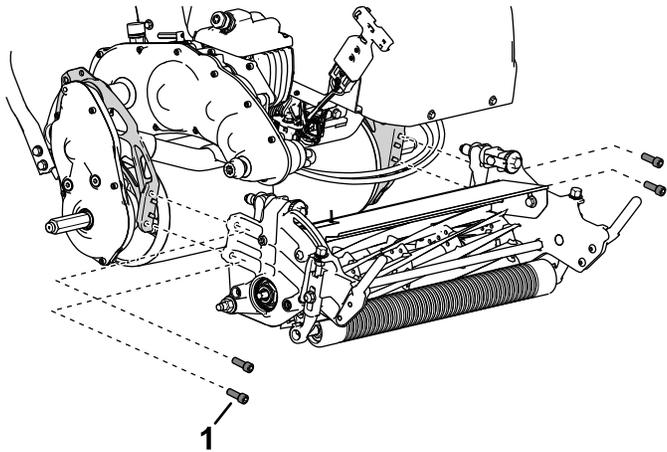

Figure 32
- Fixez l'unité de coupe au cadre à l'aide de 4 vis à tête creuse (Figure 32).